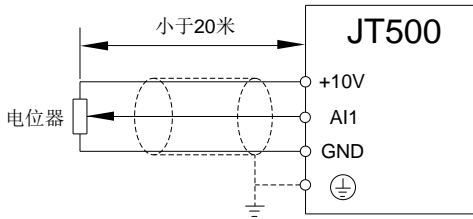
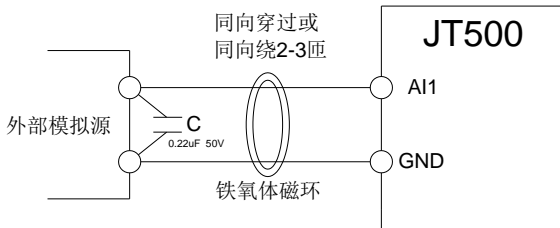

图 3-19 模拟量输入端子接线示意图
图 3-20 模拟量输入端子处理接线图
- a) 模拟输入端子: 因微弱的模拟电压信号特别容易受到外部干扰, 所以一般需要用屏蔽电缆, 而且配线距离尽量短, 不要超过 20m, 如图 3-19。在某些模拟信号受到严重干扰的场合, 模拟信号源侧需加滤波电容器或铁氧体磁环, 如图 3-20。